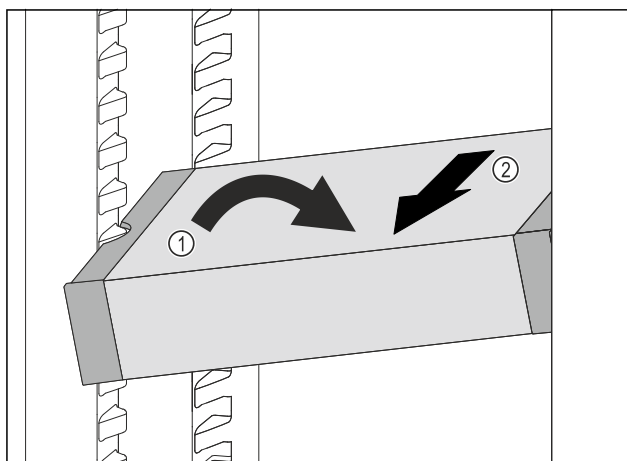

Fig. 108
- Coloque el VarioSafe en el compartimento del frigorífico en posición oblicua. Fig. 108 (1)
- Extraiga el VarioSafe hacia delante. Fig. 108 (2)